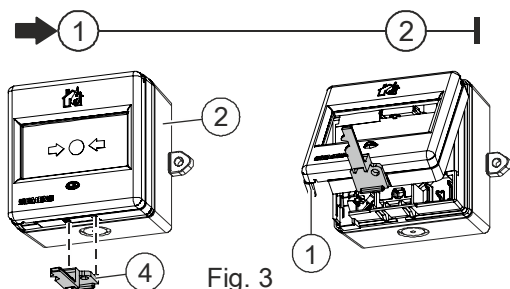

Fig. 3
1. Insert the key (4) into the manual call point FDM365-RP from below and pull the housing cover (1) forward and away from the switching unit (2) (as in Fig. 3).
1. Setzen Sie den Schlüssel (4) von unten in den Handfeuermelder FDM365-RP ein und ziehen Sie den Gehäusedeckel (1) nach vorne vom Schaltungseinsatz (2) ab (ähnlich Fig. 3).
1. Insérez la clé (4) par le dessous dans le déclencheur manuel FDM365-RP et tirez le couvercle de boîtier (1) vers l'avant pour le séparer de l'unité de commutation (2) (comme pour la fig. 3).